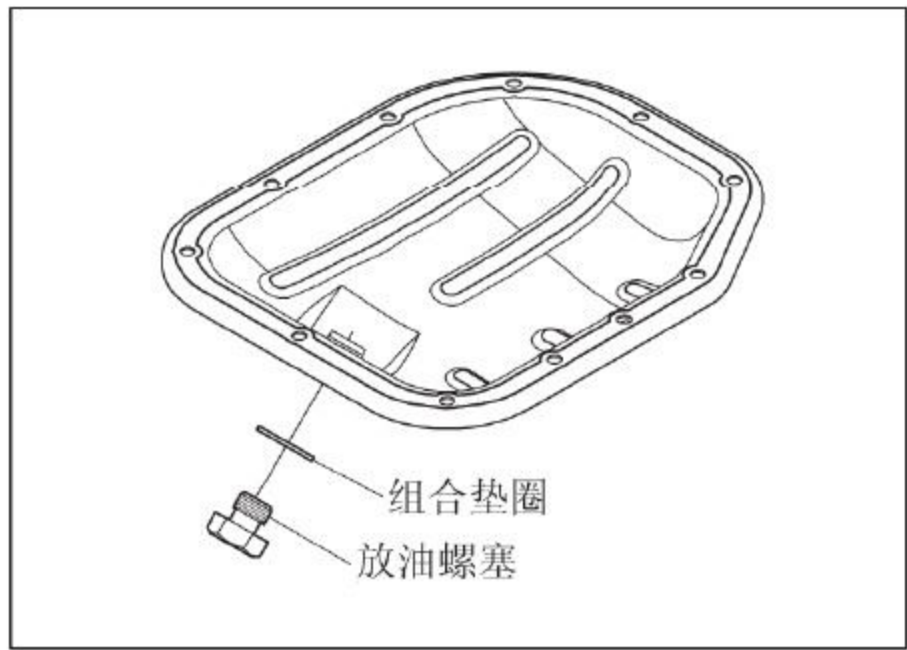

图10-3-2 放出发动机润滑系内机油
- (1) 拆卸加油口盖总成。
- (2) 拆卸放油螺塞，将机油放出，如图10-3-2所示。